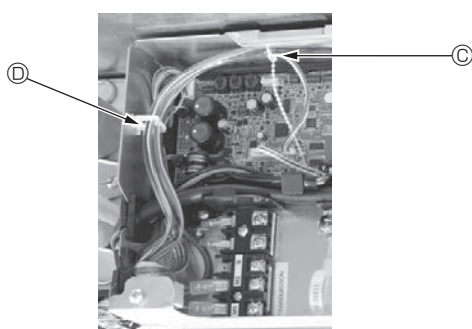
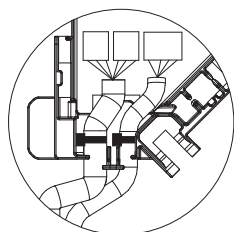

Fig. 6-15
Fig. 6-16
- Placez les excès de fils de jonction de l'i-see Sensor et du récepteur de signal dans le boîtier des composants électriques dans le crochet pour fils, comme indiqué sur le schéma, et groupez les fils à l'aide de la fixation. (Fig. 6-15) Veillez à ce que le ruban qui maintient les fils de jonction de l'i-see Sensor et du récepteur de signal soit bien positionné à l'intérieur de la boîte de raccordement. (Fig. 6-16)